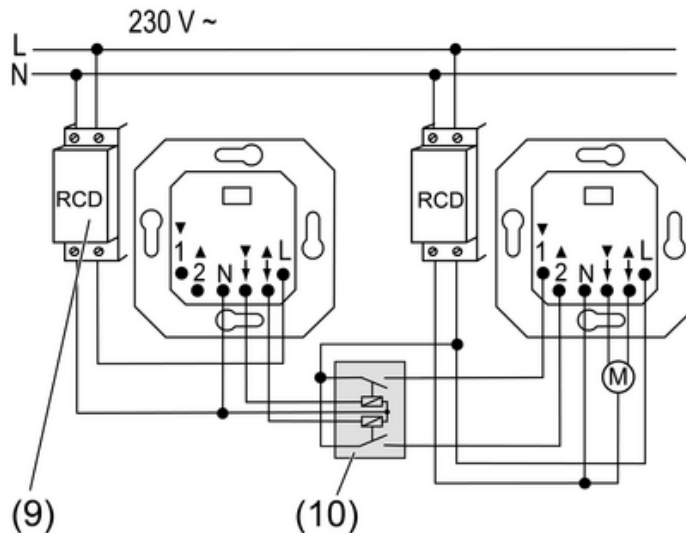

Figura 4: Ejemplo de conexión de dos circuitos RCD
(9) Interruptor diferencial, RCD
(10) Relé de desconexión para persiana
- Conectar los dispositivos conforme al ejemplo de conexión (figura 4).